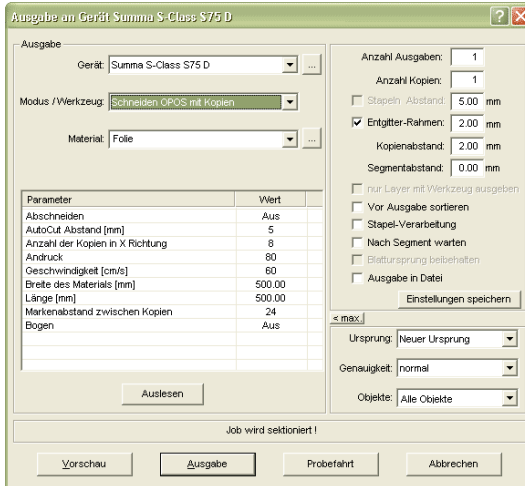

Abb. 4.11-6: Parameter-Einstellung bei identischen Job-Kopien von der Rolle (auch mit Bogen möglich, wenn der Parameter „Bogen=An“ gesetzt wird)
Die oben beschriebenen Schneideplotter sind in der Lage Bogenware oder Rollenware zu verarbeiten. Die EuroCUT-Plottertreiber unterstützen beide Funktionen. Abb. 4.11-5 und Abb. 4.11-6 zeigen die Treiber-Parameter für das Schneiden mit Sensor, für die Verarbeitung von identischen Job-Kopien bei Rollenware und für Bogenware (Abb. 4.11-6).
**Hinweis:** Der Parameter „Opos“ wird bei der Verwendung der passenden Marken automatisch auf „An“ gesetzt. Bei der Verarbeitung von identischen Kopien von Jobs auf Rolle mit Justiermarken, ist der Modus „Schneiden OPOS mit Kopien“ zu verwenden (Abb. 4.11-6). Hier kann zusätzlich die Anzahl der Kopien in X-Richtung angegeben werden, sowie der Markenabstand zwischen den Kopien in mm.